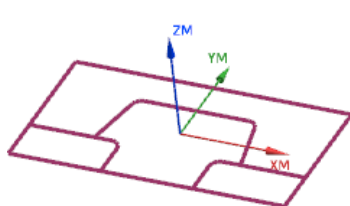

图 16.4 部件几何体
Step3. 在“选择条”工具条中确认“类型过滤器”设置为“曲线”，在图形区选取了整个曲线图形为部件几何体，如图 16.4 所示。